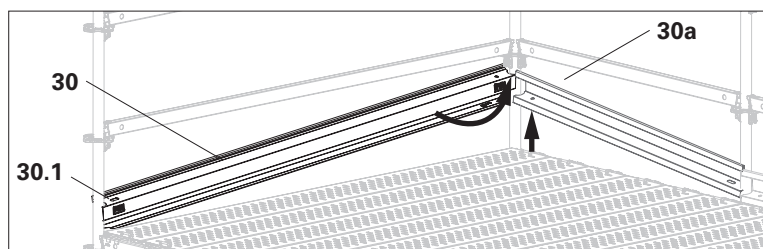

Fig. A5.04b
3. Inserire la tavola fermapiede UPY (30) dall'esterno con l'intaglio grande del tubo (30.1) prima a sinistra.
4. Sollevare la tavola fermapiede UPY (30a) montata nella campata. (Fig. A5.04b)
5. Posizionare la tavola fermapiede UPY (30) sul secondo tubo e contemporaneamente inserirla nella scatola trapezoidale (30.6) della tavola fermapiede nella campata d'angolo.